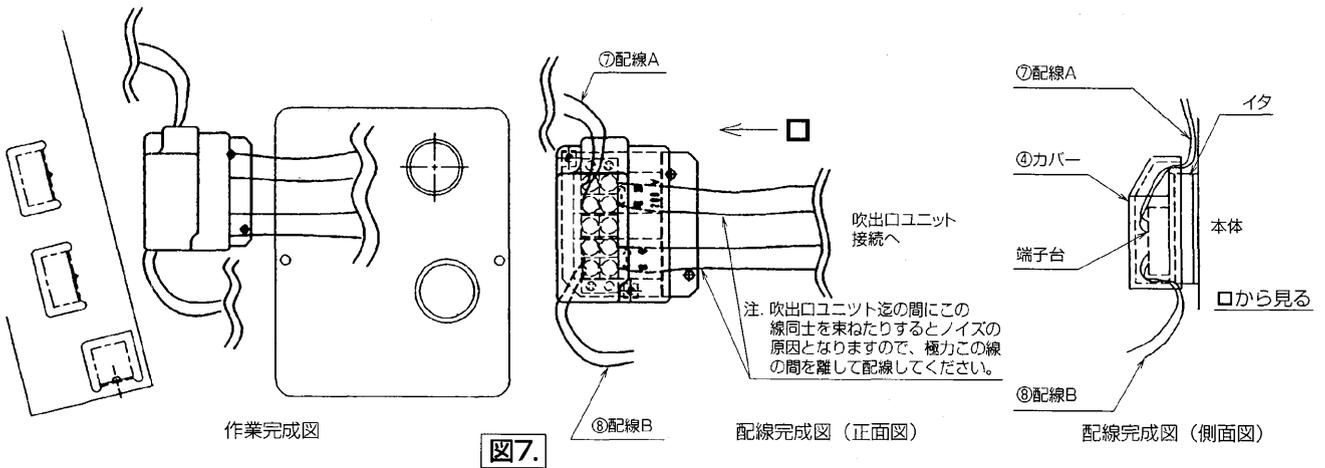

図7.
- 端子台に配線A,Bのファストンをファストンの向きに注意して差し込み、現地手配の線を端子台にネジ止めしてください。(配線の引き回しは図7を参照してください。)